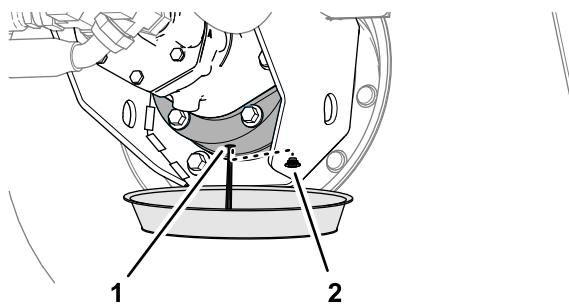

Figura 100
- Coloque un recipiente debajo del alojamiento del freno, retire el tapón de vaciado y deje que se drene por completo el lubricante (Figura 100).